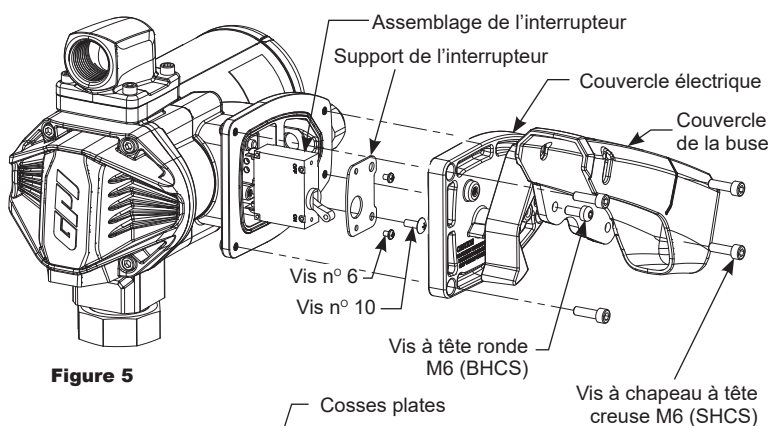

Figure 5
3. Enlever les (4) vis à chapeau à tête creuses (SHCS) M6 et le couvercle électrique du boîtier du moteur.
4. Enlever la (1) vis à tête bombée n° 10 et le support de l'interrupteur avec l'assemblage de l'interrupteur (voir Figure 5).
6. Dévissez les deux cosses plates en enlevez les fils rouges de la pompe de l'arrière de l'interrupteur (voir figures 5 et 6). Veuillez bien noter quel fil est attaché à chaque cosse plate pour la réinstallation.